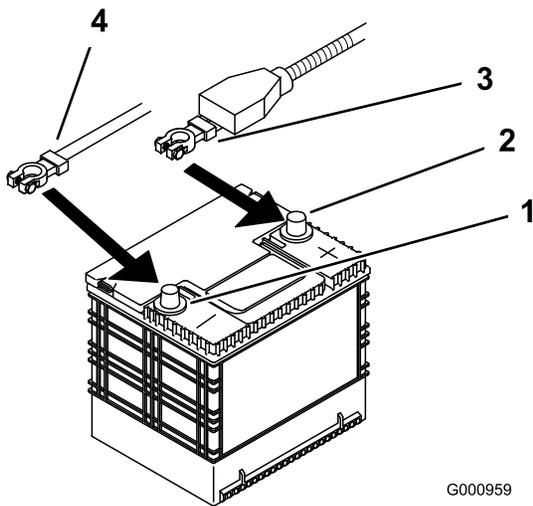

Figura 47
4. Primero desconecte el cable negativo del borne negativo (-) de la batería (Figura 47).
5. Retire la cubierta de goma roja del borne positivo (rojo) de la batería. Luego retire el cable positivo (rojo) de la batería (Figura 47).
1. Coloque la batería en la bandeja, con los bornes frente al depósito de aceite hidráulico (Figura 47).
4. Fije los cables con 2 pernos (1/4 x 3/4 pulg.), 2 arandelas (1/4 pulg.), y 2 contratuercas (1/4 pulg.) (Figura 47).